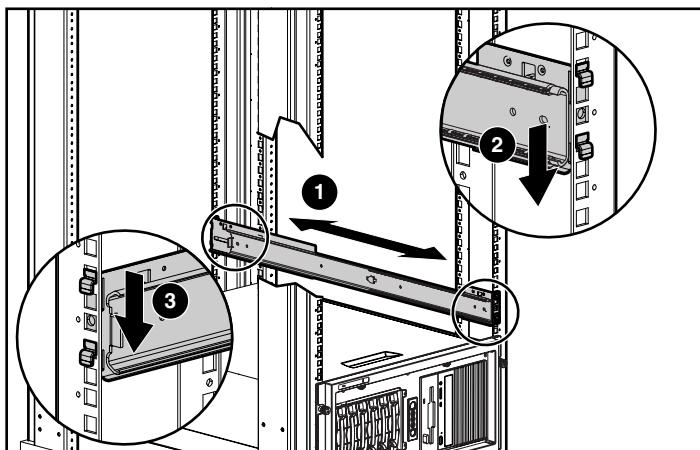

Figura 2-9: Fixação do conjunto deslizante do suporte de montagem no rack
1. Selecione o conjunto deslizante apropriado, fazendo coincidir o rótulo de posição no deslizador com o lado a ser instalado. O conjunto deslizante mostrado na figura 2-9 deverá conter o rótulo "Frente - Direita" na superfície interior frontal.
2. Posicione o suporte de montagem de acordo com as marcas do lápis efetuadas previamente com a ajuda do modelo, deslocando o conjunto deslizante até ajustar-se ao rack (1).
3. Prenda primeiro o suporte de montagem, inserindo as guias na posição correta, empurrando-o até a trava de bloqueio encaixar (2).
4. Prenda a parte posterior do suporte de montagem (com a marca "Posterior - Direita" no exemplo da figura 2-9), inserindo as guias de montagem no rack, empurrando-as até a trava de bloqueio encaixar (3).